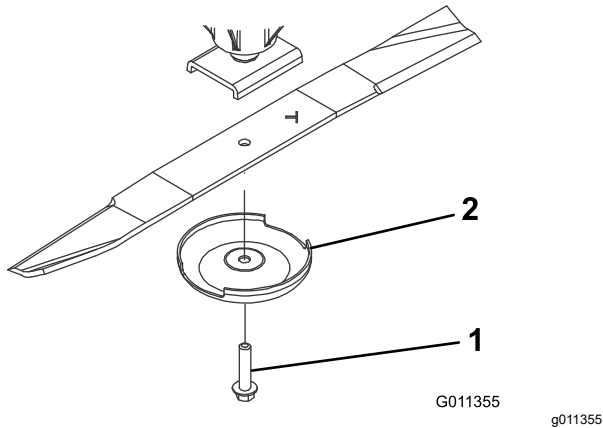

Bild 75
3. Entfernen Sie die Messerschraube, die Antiskalpierkuppe und das Messer von der Spindelwelle (**Bild 75**).